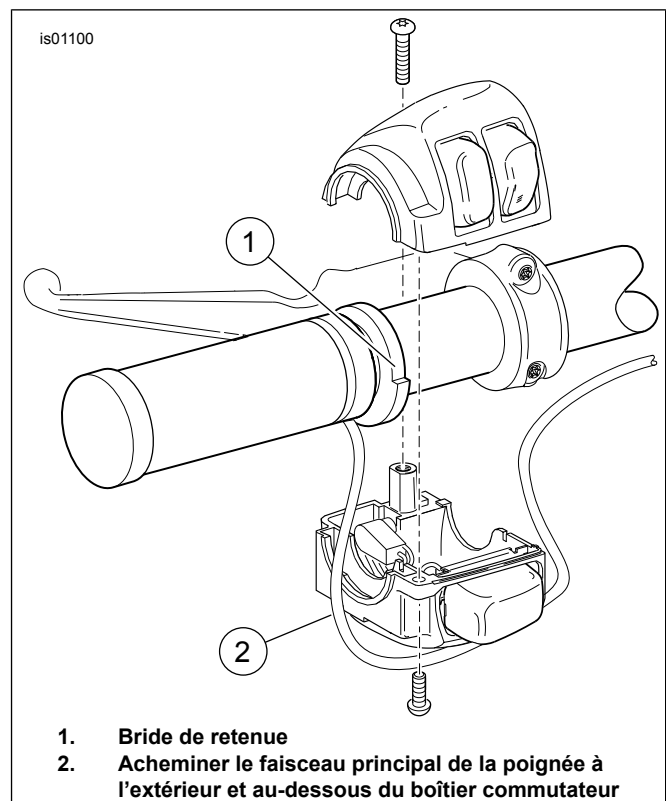

Figure 1. Poignée chauffante (côté gauche)
9. Voir Figure 1 . Placer la poignée du côté gauche sur le guidon pour permettre à la bride de retenue (1) d'être placée en toute sécurité dans le boîtier commutateur inférieur (2).